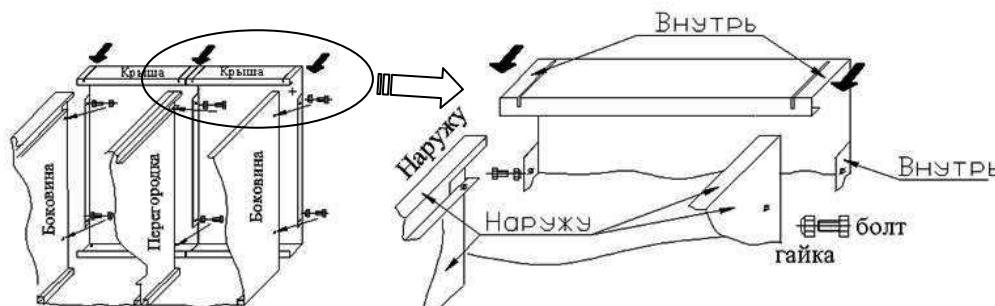

Рис.1
3.1. Установить крышу вверху шкафа плоскостью наружу так, чтобы в пазы на лицевой стороне крыши вошли отгибы боковых стенок (и перегородки-при наличии двух крыш в случае сборки основного модуля с дополнительным). Боковые отгибы на крыше соединяются с боковинами с внутренней стороны. Совместить отверстия, скрепить болтовым соединением (гайка размещается внутри будущего шкафа)-Рис.1. При сборке ШРС22 или присоединении доп. секций к перегородке соединять одним болтом сразу две крыши.